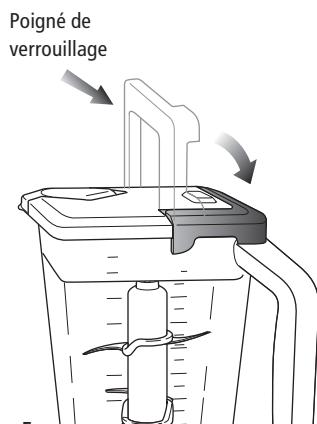

Fig. 5
- 3 Mettez le couvercle sur le pichet avec la poignée de verrouillage en position verticale et le bec verseur dans le coin opposé. Alignez les flèches (▼) du couvercle et de la poignée de verrouillage. Assurez-vous que le couvercle est bien logé et enfoncez-le bien dans le pichet. Poussez la poignée de verrouillage vers le bas afin que les onglets du couvercle s'insèrent sous les languettes du pichet. (Fig. 5)